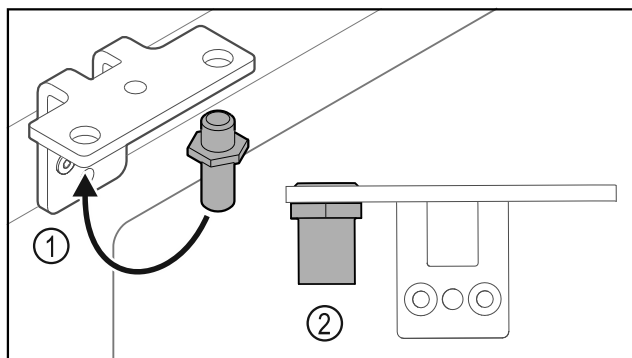

Fig. 31
- Sett om bolten Fig. 31 (1) i hengselvinkelen.
- Trekk til bolten Fig. 31 (2) med et tiltrekkingsmoment på 12 Nm.